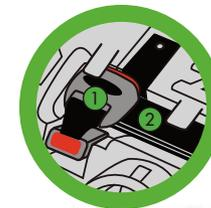

Figure 126
Retirez les ajusteurs (1) et la ceinture (2) d'attaches inférieures DUA de leur position de rangement dans le fond du siège, tel qu'illustré dans la **Figure 126**.